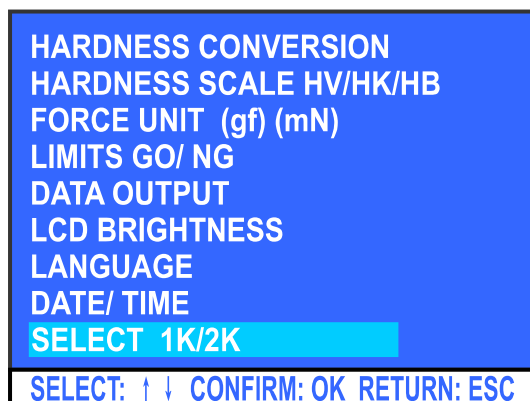

图 5-17 调节菜单
8. 按下<SETUP>，显示调节菜单。按<↓>将 SELECT 1K/2K 选呈高亮度显示，见图 5-17。